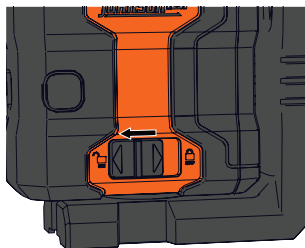

Figure 12
1. Faire glisser le compensateur de verrouillage/interrupteur d'alimentation vers la gauche pour déverrouiller (MARCHE)  la position pour mettre l'appareil sous tension. L'indicateur de niveau et l'indicateur d'alimentation s'allumeront. (Figure 12)